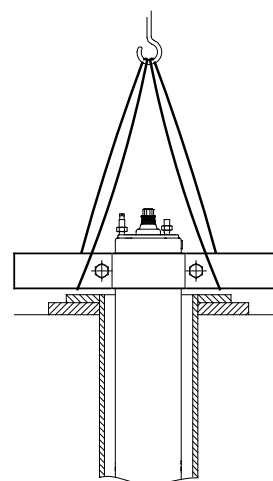

Fig. 20 Motor en posición vertical
2. Coloque el motor en posición vertical en el cierre de la perforación. Consulte la fig. 20.